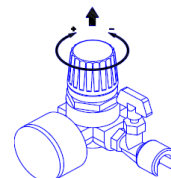

Рисунок 5
1. Настройка давления в подсоединенных пневматических инструментах регулятором давления осуществляется следующим образом (см. рисунок 5):